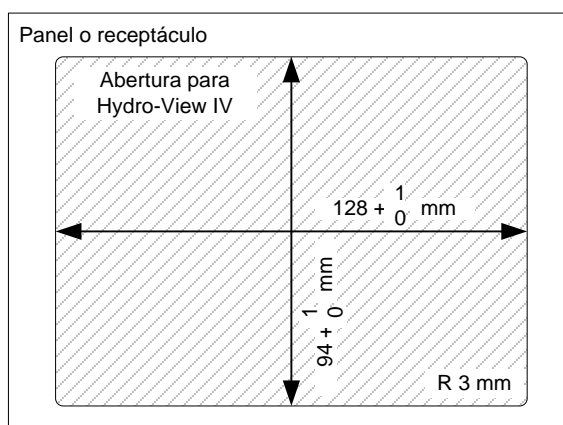

Ilustración 4: Abertura del panel para Hydro-View IV
- Practique una abertura en el panel del tamaño correcto. Consulte la Ilustración 4 para obtener una plantilla.